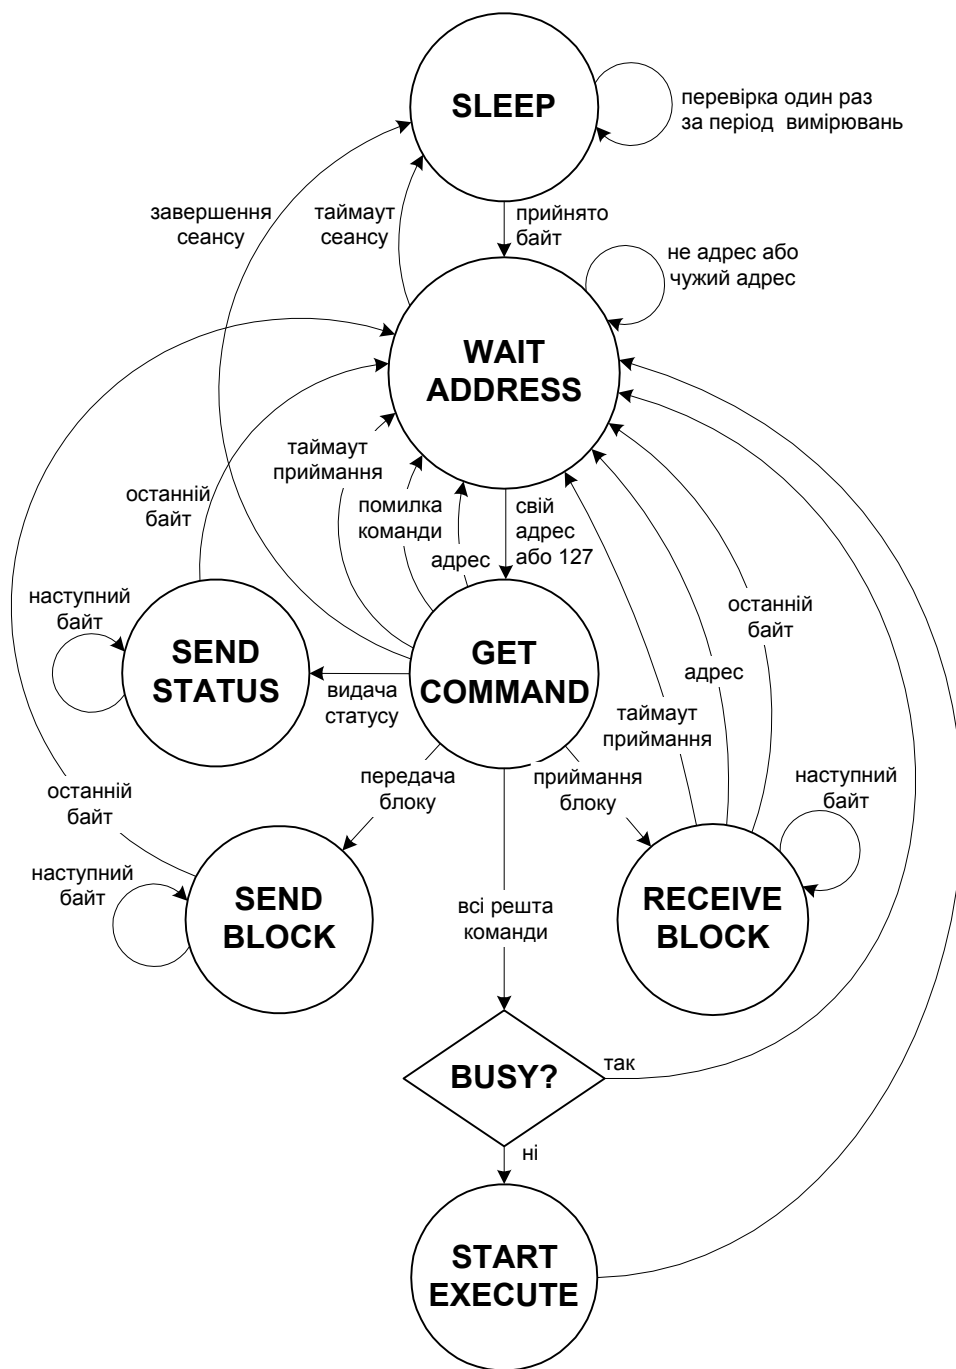

Рис.4 Діаграма станів slave
На Рис.4 наведена діаграма станів slave обміну даними по мережі. Як було сказано вище, більшу частину часу slave знаходиться в економному режимі роботи (“**SLEEP**”). Перевірка інтерфейсу здійснюється один раз за період вимірювань. Якщо буде зафіксовано трафік по мережі (під час перевірки буде прийнято хоча би один байт), slave переходить в режим очікування адреси (“**WAIT ADDRESS**”). В цьому режимі slave приймає всі байти, які передаються по мережі, але виділяє в потоці тільки адресні байти – байти даних ігноруються. При отриманні своєї або широкомовної адреси (127) slave переходить до приймання пакету команди (“**GET COMMAND**”).